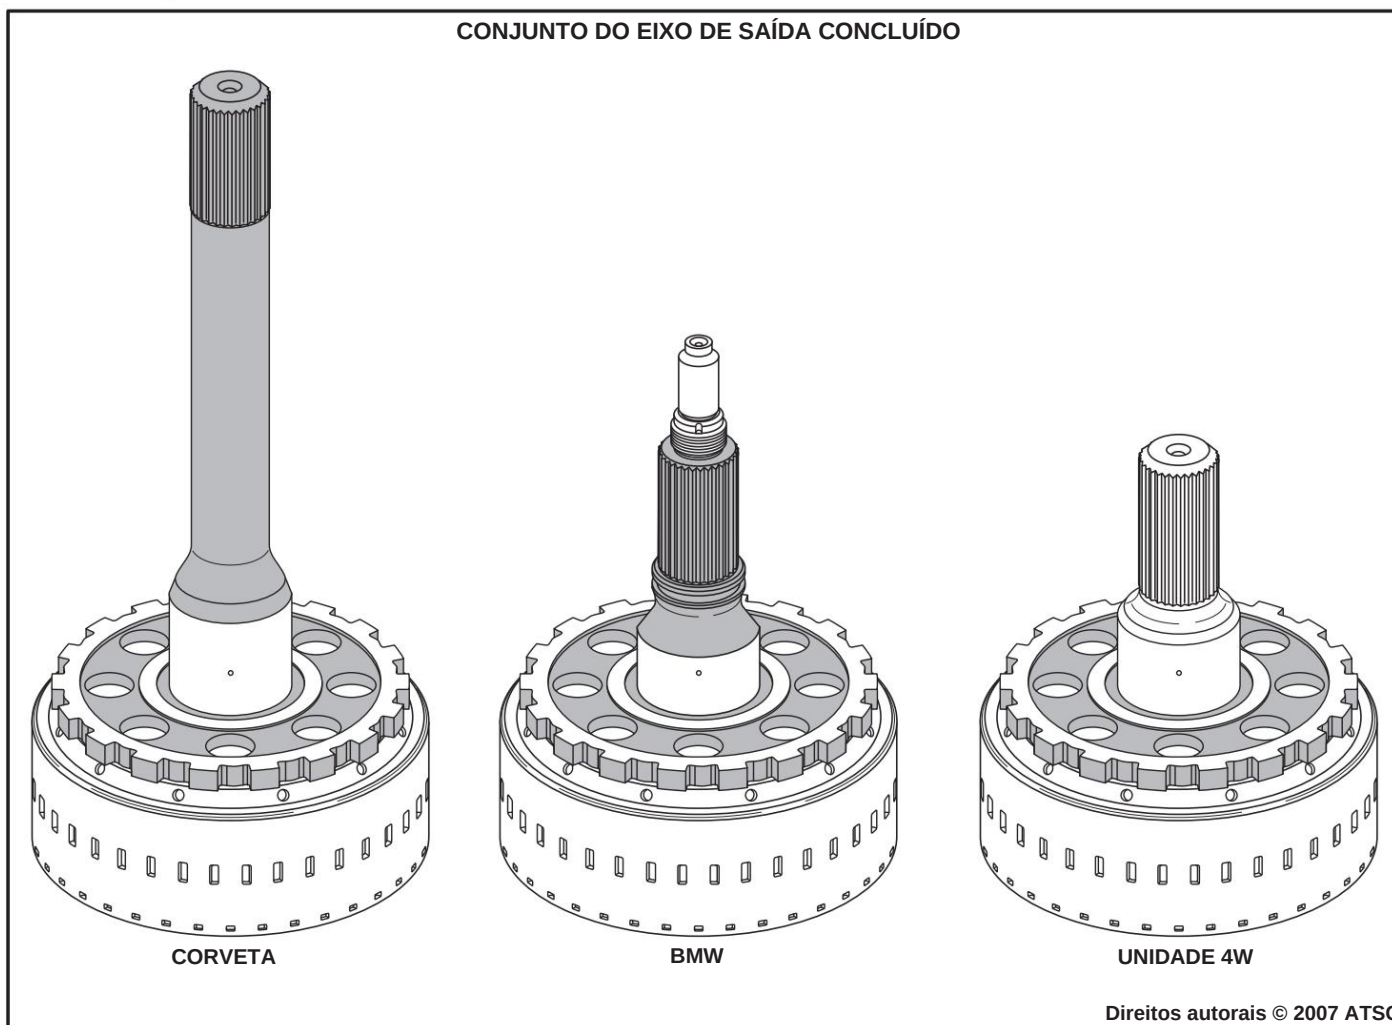

Figura 123
4. Existem atualmente três versões diferentes do eixo de saída dependendo do modelo e todas as 3 são ilustradas e identificadas na Figura 123.